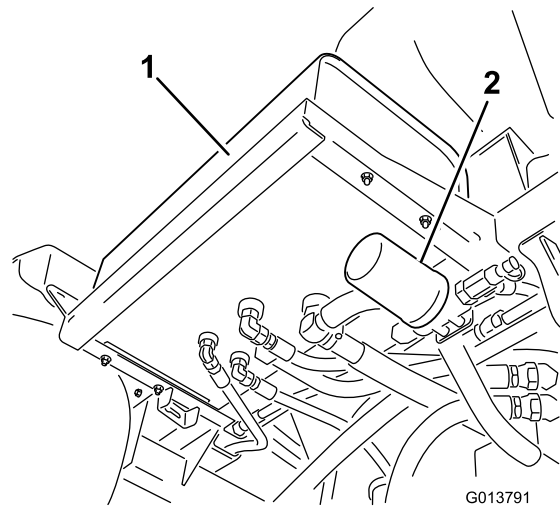
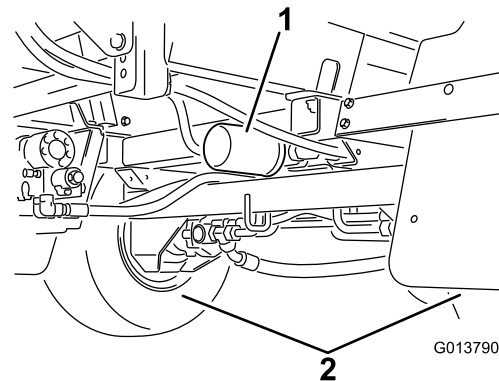

Figure 143
Figure 144
2. Localisez les 2 filtres hydrauliques sur la machine (Figure 143 et Figure 144).